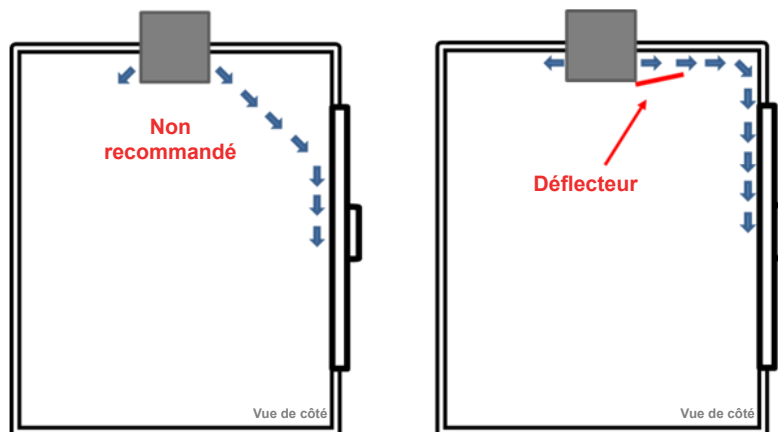

Figure 3 – Vue de la circulation d'air latérale – côté froid – déflecteur recommandé pour les portes vitrées
- Si des portes vitrées sont présentes, il est recommandé d'évacuer l'air au-dessus des portes et non pas directement vers celles-ci. Un déflecteur (non fourni) est recommandé pour diriger l'air au-dessus de la porte. (Voir la Figure 3.)